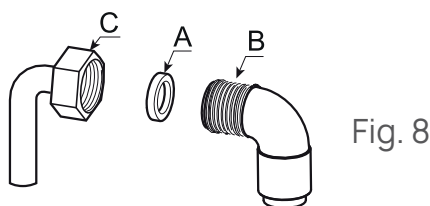

Fig. 8
Al realizar la conexión de gas, es importante colocar la junta (A) entre el tubo de entrada (C) y el codo (B) para asegurar un sellado de gas hermético (Fig. 8).